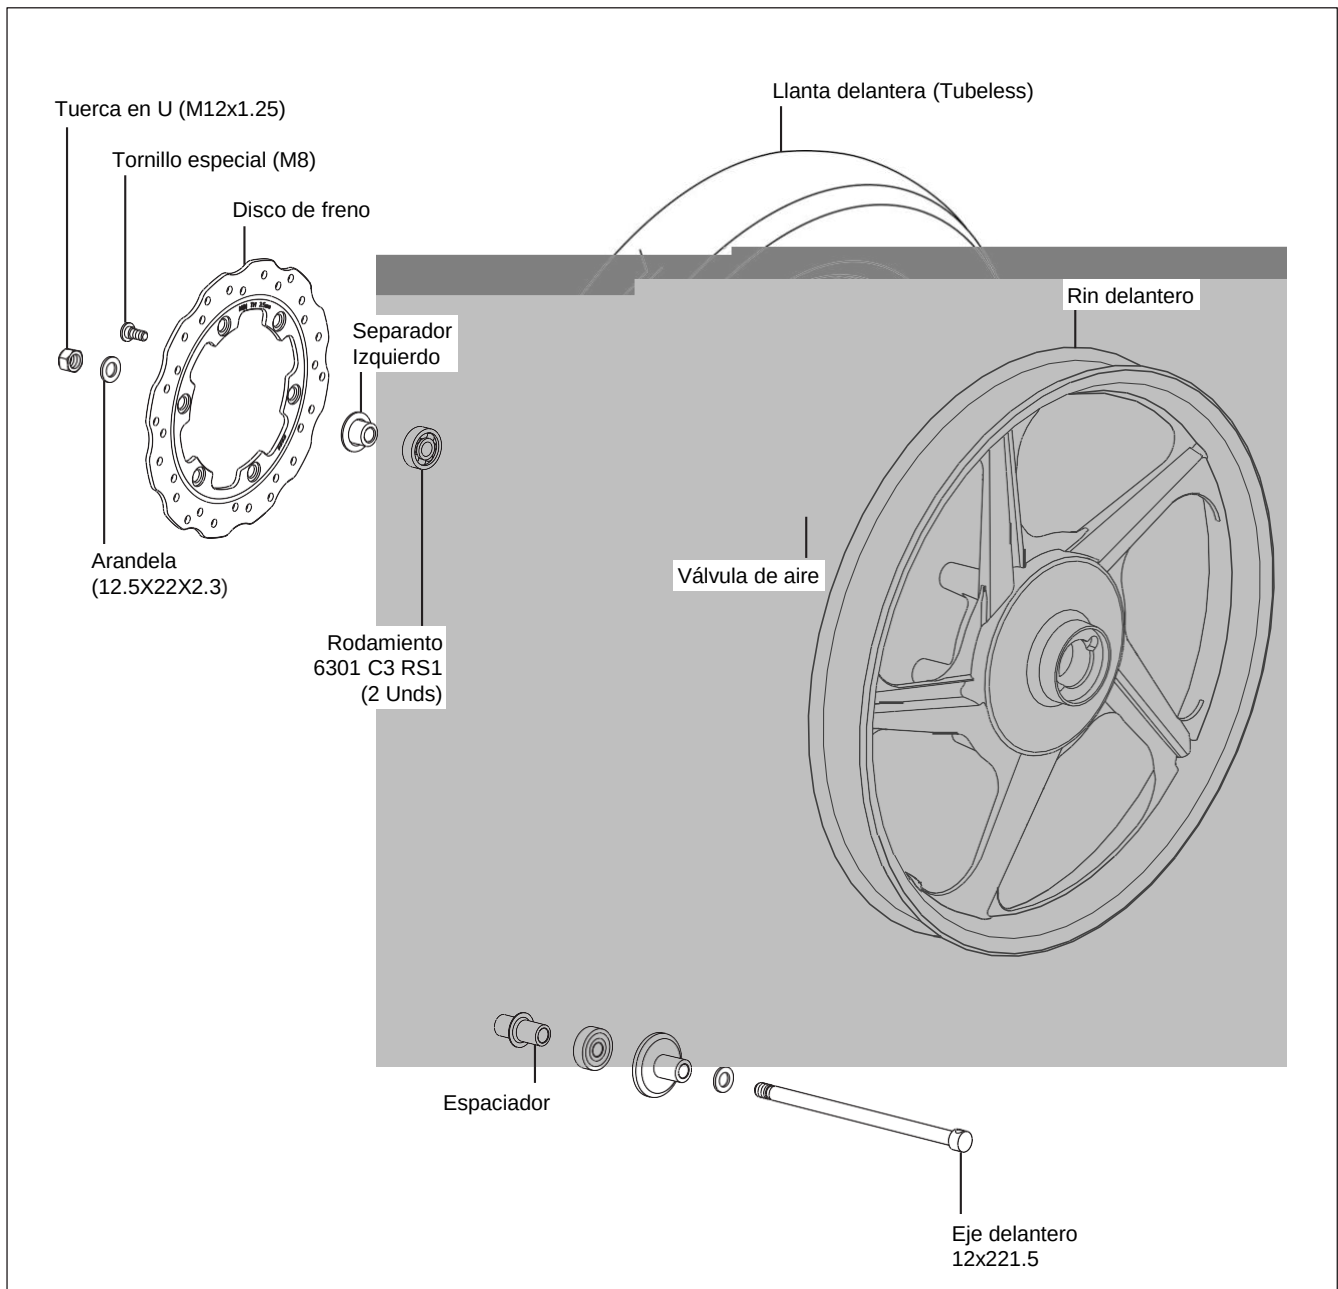

Fig. 6.14
- Consulte la vista explosionada para más detalles.(Fig. 6.14)